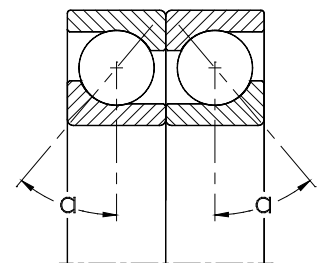

Abb. 2.3
**Einreihige Schrägkugellager in Universalausführung** (O-Anordnung, Abb. 2.3) sind bereits für einen satzweisen Einbau ausgelegt.